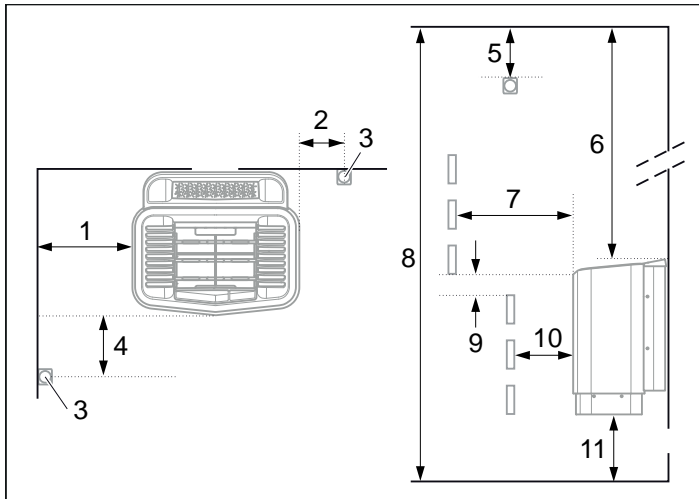
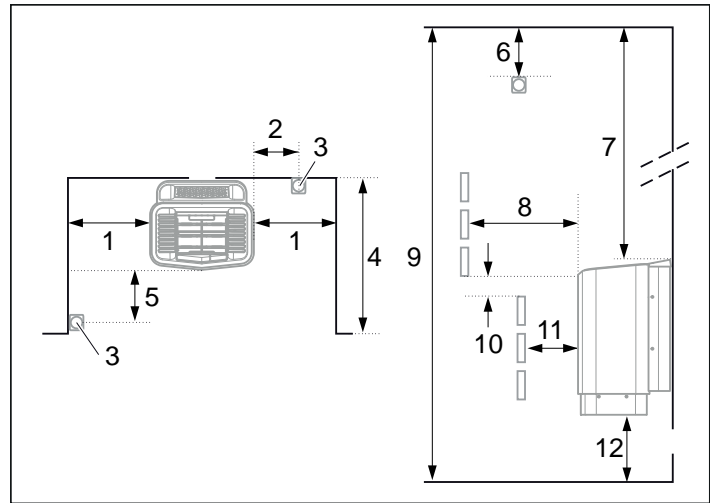

Figure 3 : Positionnement du poêle - installation normale
Figure 5 : Positionnement du poêle - installation en niche
- Déterminez le positionnement de la sonde (voir figure 3, page 27 et figure 5, page 27)
- sur le même mur que la porte (ou la cloison latérale s'il est très près du passage de porte). Le poêle peut également être placé dans une niche (voir figure 5).
- Positionnez le poêle à bonne distance du sol, des murs latéraux et des aménagements intérieurs (voir figure 3).
Positionnez la sonde conformément à l'illustration (voir figure 3).
1. Positionnez le poêle à bonne distance du sol, des murs latéraux et des aménagements intérieurs (voir figure 5).
2. Positionnez la sonde conformément à l'illustration (voir figure 5).